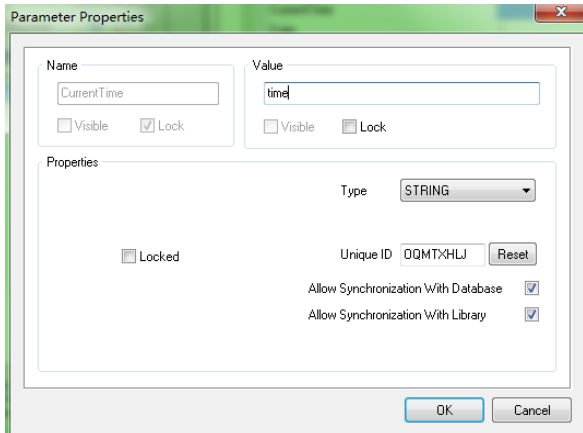

图 2.22
**Step 2** 双击某项需要设置的设计信息，如 CurrentTime(当前时间)，或者在选中后单击 Edit(编辑)按钮，则会打开相应的 Parameter Properties(性能参数)对话框，在 Value(值)文本编辑框内就可以输入具体的信息值了，并且可以设定方向、位置、颜色等。此处输入的文件名为 time，如图 2.22 所示。